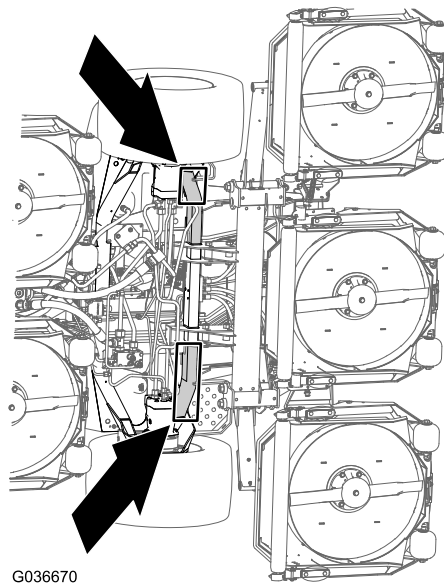

Figura 29
**Na parte dianteira da máquina** - na estrutura da máquina, à frente dos motores da transmissão da roda (Figura 29)